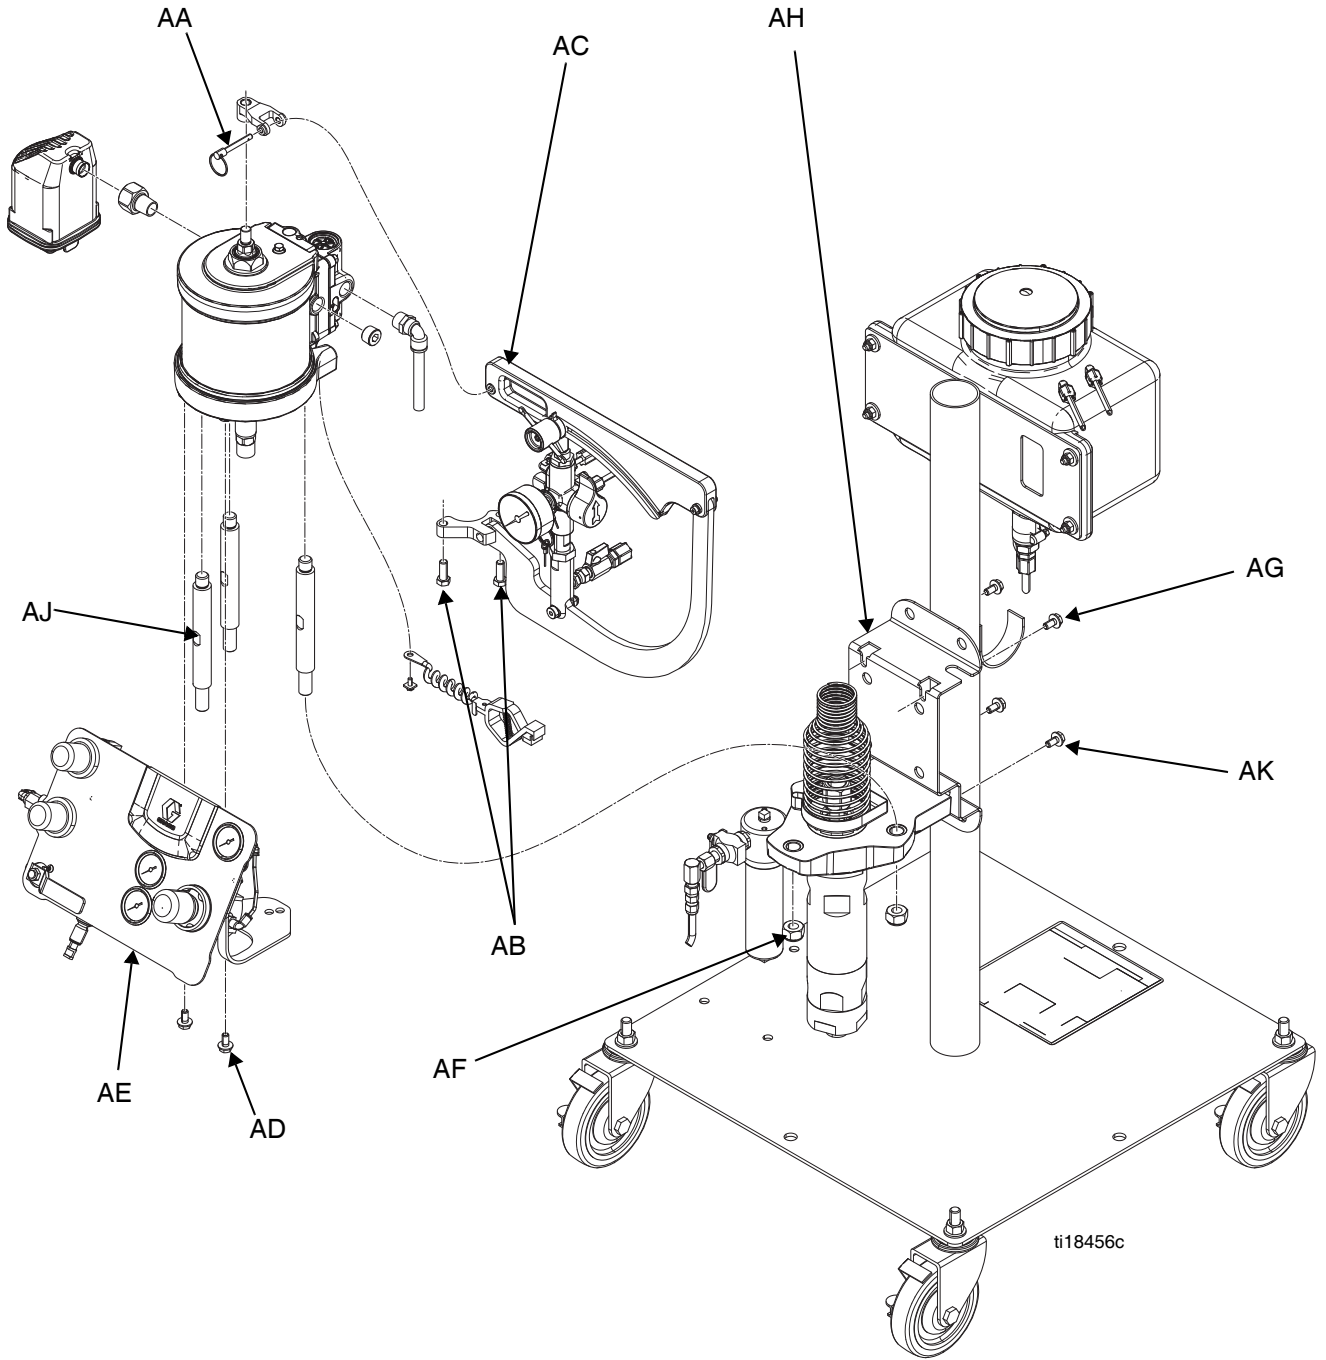

FIG. 36
Voir FIG. 36 à la page 45.
3. Débrancher la conduite d'air principale du tableau d'air (AE).
4. Débrancher les pièces du moteur pneumatique, voir FIG. 36, page 45 :
- b. Retirer la goupille supérieure (AA) raccordant le bras supérieur de la pompe à catalyseur au moteur pneumatique, puis retirer les boulons (AB) raccordant le bras inférieur de la pompe à catalyseur au moteur pneumatique ; terminer en retirant la pompe à catalyseur et l'ensemble des bras de commande (AC).
- c. Retirer les deux boulons (AD) attachant le tableau des commandes pneumatiques sur le moteur pneumatique, puis retirer le tableau des commandes pneumatiques (AE).
7. Utiliser une douille pour desserrer les deux vis (AG) qui raccordent le moteur pneumatique au support de montage (AH).
8. Utiliser une douille pour retirer les deux vis (AK) qui attachent la pompe à piston au support de montage.